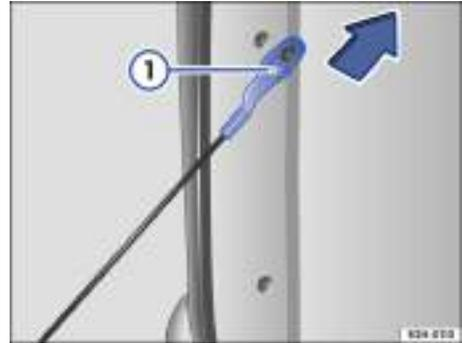

Fig. 52 Desenganchar el cable de sujeción del portón de carga.
- Presione hacia abajo la pestaña de seguridad de la argolla del cable de sujeción → fig. 52 ①.
- Tire del cable en el sentido contrario al de la flecha, hasta el tope → fig. 52.